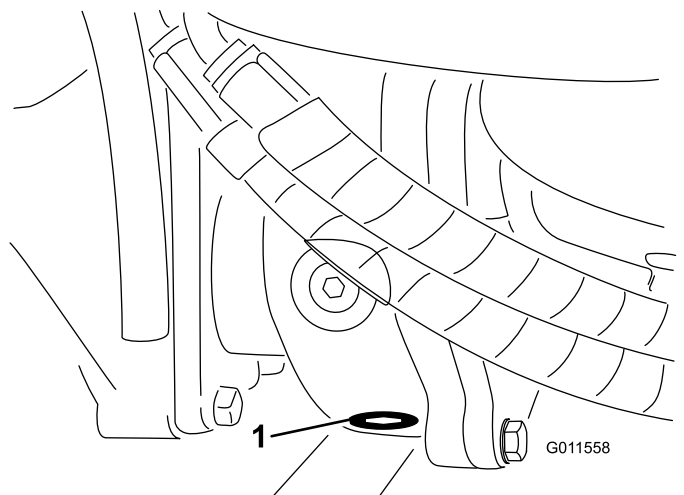

Figura 110
5. Limpe a zona em redor do tampão de escoamento no fundo da caixa de engrenagens (Figura 110).